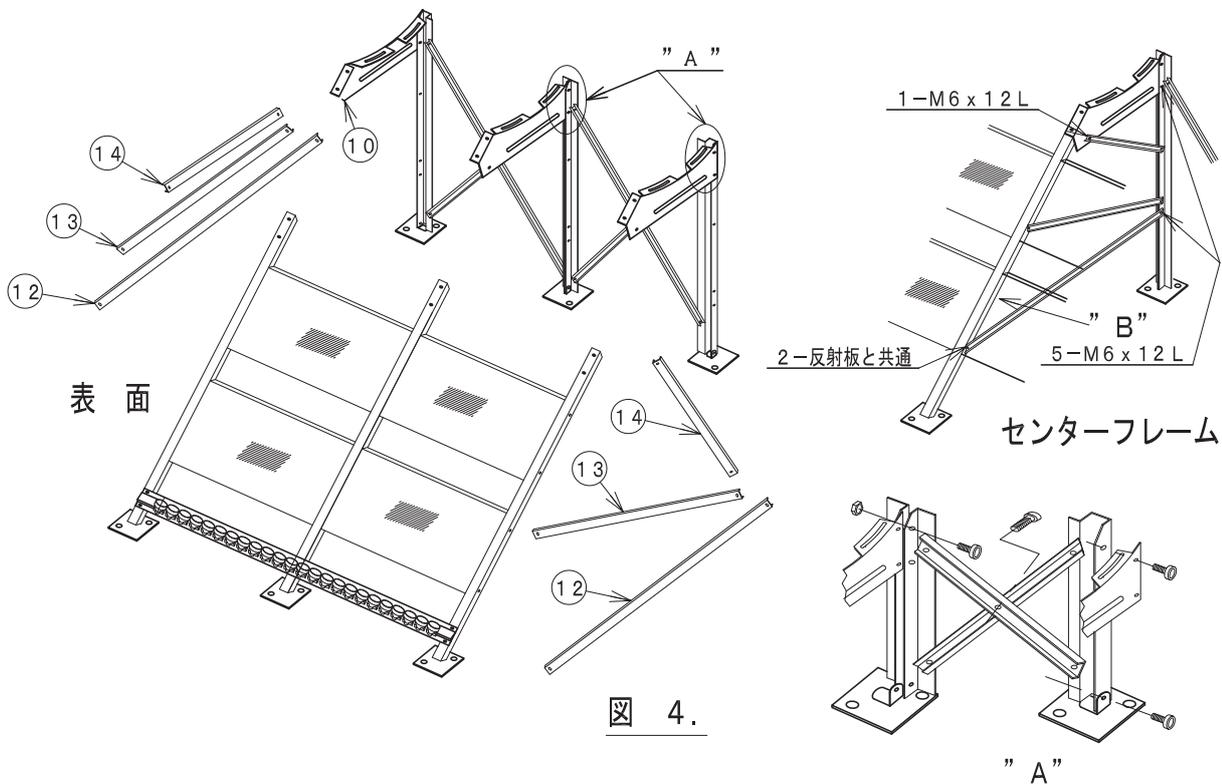

図 4.
- 図4 反射板・フレームを反転して表面にし、バック支柱を立てらし、タンクサポート⑩とサイドトラス⑫～⑭で合体させます。